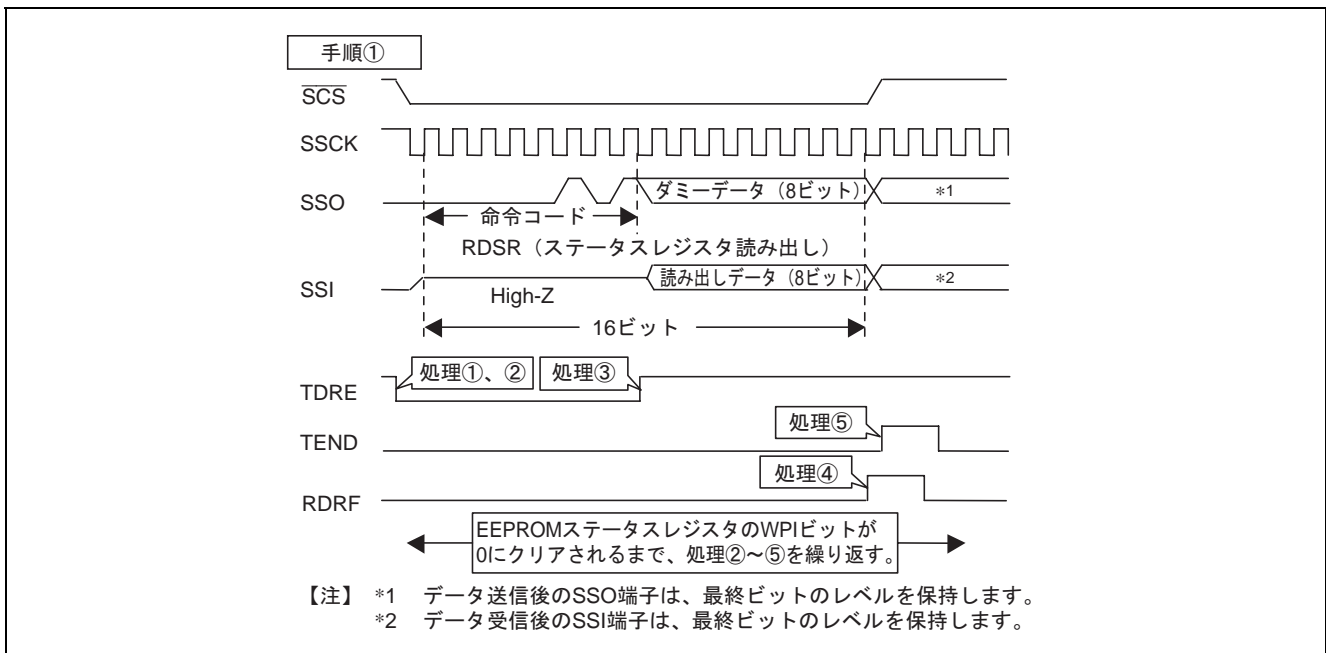

図6 通信内容と動作内容 (データ書き込みの終了確認)
- 図 6 に通信内容と動作内容を示します。また、表 10 にソフトウェアおよびハードウェア処理内容を示します。